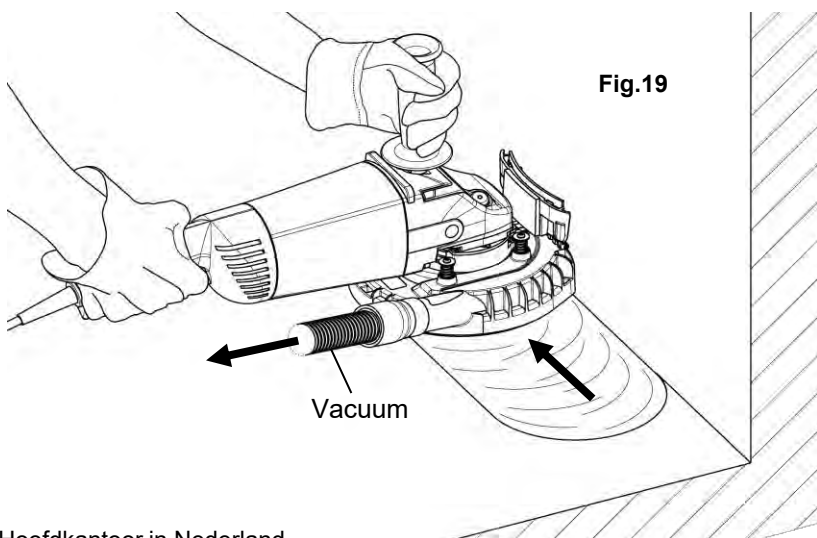

Fig.19
7. Plasser [a] hoveddelen på materialet og flytt sakte mot sliperetningen langs vegg. (Fig.19)